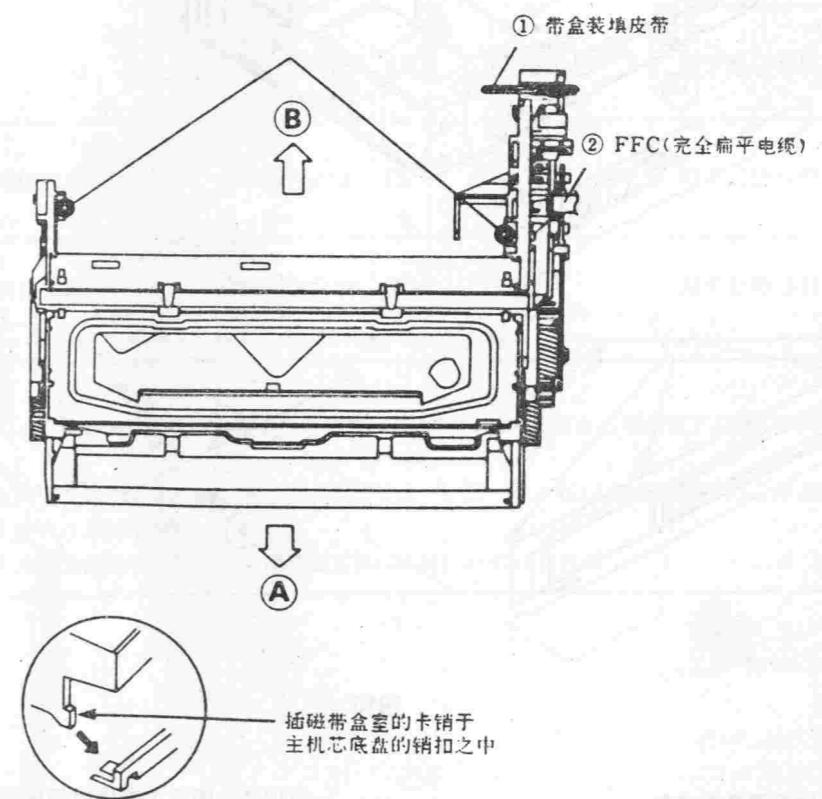

图18
- 步骤：①退出磁带盒匣，置录像机于出盒状态；
②从电源插座中拔出电源插头；
③按下列顺序进行拆卸：
●松卸带盒装填皮带①，见图18所示；
- 步骤：①先将录像机电源开启并按停止键置录像机于停止状态，然后拔去电源插头(录像机处于出盒状态)；
②将磁带盒室控制机构的卡销插入主机芯底盘卡扣中，按图18中箭头④方向推其机构
到位，暂时固定之，检查机构是否正确到位，然后用2个螺丝紧固之，如图18所示；